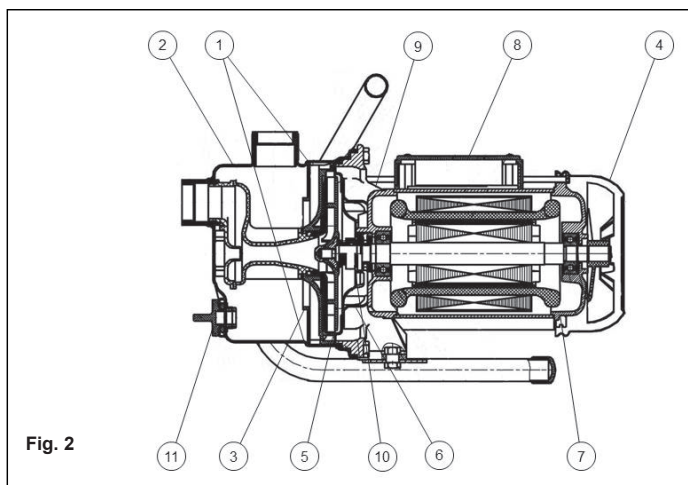

Fig. 2
- b) **Remplacement du joint mécanique : (Voir fig. 2)**
- 3) Retirez les bouchons d'amorçage et de vidange (11) pour permettre à la pompe de se vider.
- 4) Retirez les 4 boulons (1) et enlevez le boîtier (2).
- 5) Tirez le diffuseur (3) hors du boîtier à l'aide de 2 tournevis plats pour faire levier.
- 6) Retirez le déflecteur de ventilateur (4) et insérez un tournevis dans la fente de l'arbre pour l'empêcher de tourner lors du dévissage de la turbine (5) dans le sens antihoraire.
- 7) Faites glisser le joint rotatif (6) de l'arbre.
- 8) Retirez les vis de serrage du moteur (7) et enlevez le moteur (8) de l'adaptateur (9) en tapant légèrement l'extrémité de l'arbre moteur avec un maillet.
- 9) Enlevez le siège d'étanchéité en céramique (10) de l'adaptateur (9).